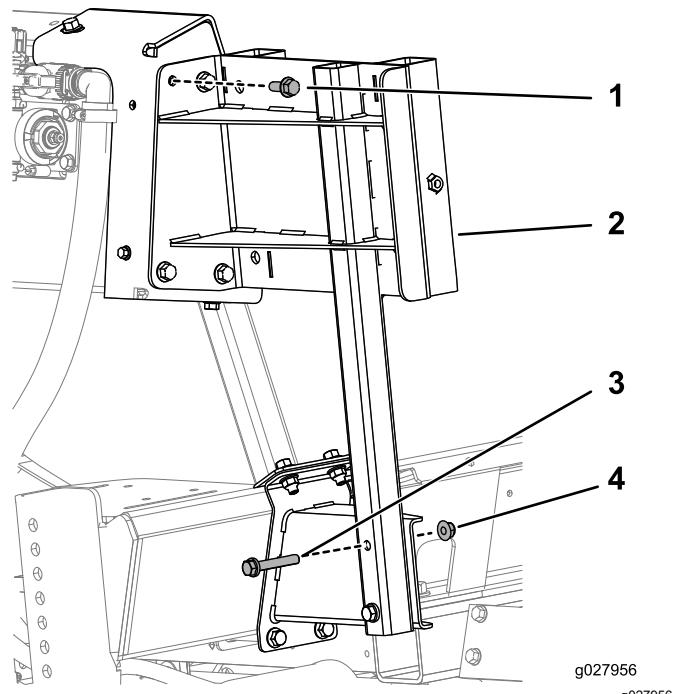

Figura 13
5. Prenda o suporte de apoio da prateleira do cilindro aos suportes superior e inferior utilizando 4 parafusos ($\frac{3}{8}$ -16 x 1 pol.), 2 parafusos ($\frac{3}{8}$ -16 x $2\frac{1}{4}$ pol.) e 6 porcas flangeadas ($\frac{3}{8}$ -16 pol.) como se mostra na Figura 13.